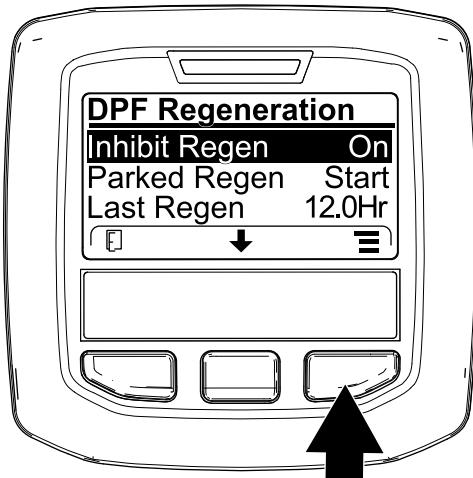

Bild 47
1. Navigieren Sie auf das Menü „DPF Regeneration“, drücken Sie die mittlere Taste und navigieren Sie auf die Option INHIBIT REGEN.; drücken Sie die rechte Taste, um den Eintrag „Inhibit Regen.“ auszuwählen (Bild 47).
2. Drücken Sie die rechte Taste, um die Einstellung für das Verhindern der Regenerierung von „On“ in „Off“ (Bild 47) oder von „Off“ in „On“ (Bild 48) zu ändern.